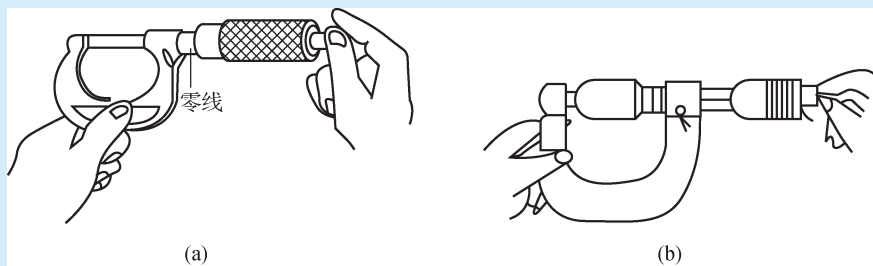

图 1-17 检查千分尺
(1) 松开止动锁。
(2) 用棉纱将移动面与测量面擦干净, 并检查有无缺陷。
(3) 转动棘轮, 检查测量杆转动的情况是否正常。
(4) 将棘轮转至打滑为止, 使两测量面贴合, 检查零线位置, 如图 1-17 (a) 所示。
(5) 对于 25 ~ 50 mm 以上的千分尺, 应将校对棒或量块夹在两测量面间进行检查, 如图 1-17 (b) 所示。